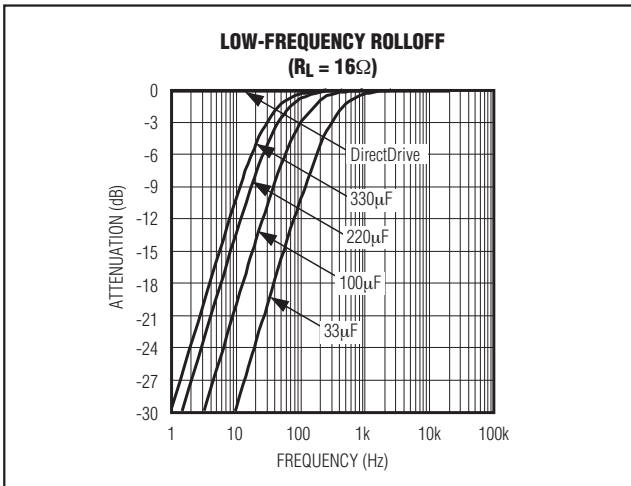

图2. 常用隔直电容的低频衰减
- 传统单电源单端耳机放大器需要使用高通滤波器来将音频信号中的直流成分与耳机隔离。根据所选的 -3dB 点，该滤波器会衰减音频带内的低频信号。虽然较大容量的 C_{OUT} 电容可以减少这种衰减，但是体积更大，价格昂贵。图 2 给出了 C_{OUT} 容量与低频衰减的对应关系。注意 Vista 的幅值响应规范要求耳机插孔的 -3dB 点为 20Hz。对于 32Ω 的耳机，-3dB 点为 20Hz 时需要 330µF 的隔直电容(表 2)。